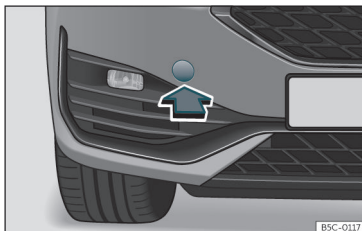

Fig. 47 En el lado derecho del parachoques delantero: retirar la tapa.
El alojamiento de la argolla de remolque enroscable se encuentra en el lado derecho del parachoques delantero detrás de una tapa >>> **fig. 47**.
- Retire la tapa haciendo presión en la zona inferior de la misma y déjela colgando del vehículo >>> **fig. 47**.